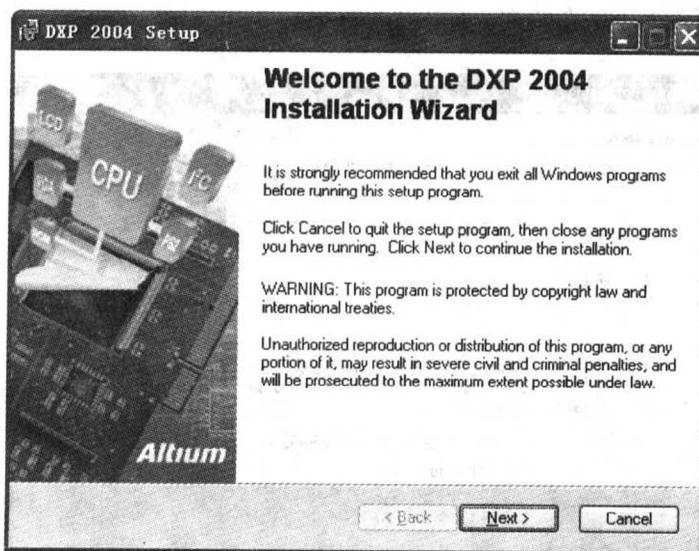

图 1-2 开始安装
3) 运行安装光盘中的“Setup”应用程序。在 Windows XP 操作系统下，将 Protel 2004 正式版安装光盘放入到 CD-ROM 驱动器里，默认情况下，光盘一般会自动运行。如果安装光盘不能自动运行，可以直接打开光盘目录双击“Setup”图标。在双击了 Setup.exe 文件之后，将会弹出一个对话框，如图 1-2 所示。